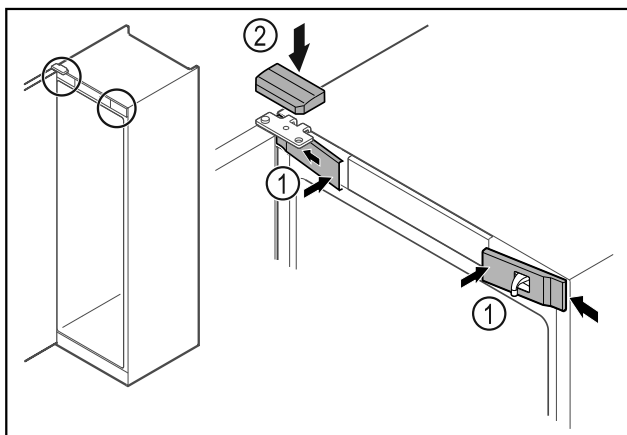

Fig. 52
- ▶ Klik de forreste afdækninger Fig. 52 (1) i på siden, og lad dem gå i hak.
- ▶ Klik på den øverste afdækning Fig. 52 (2) på ovenfra.